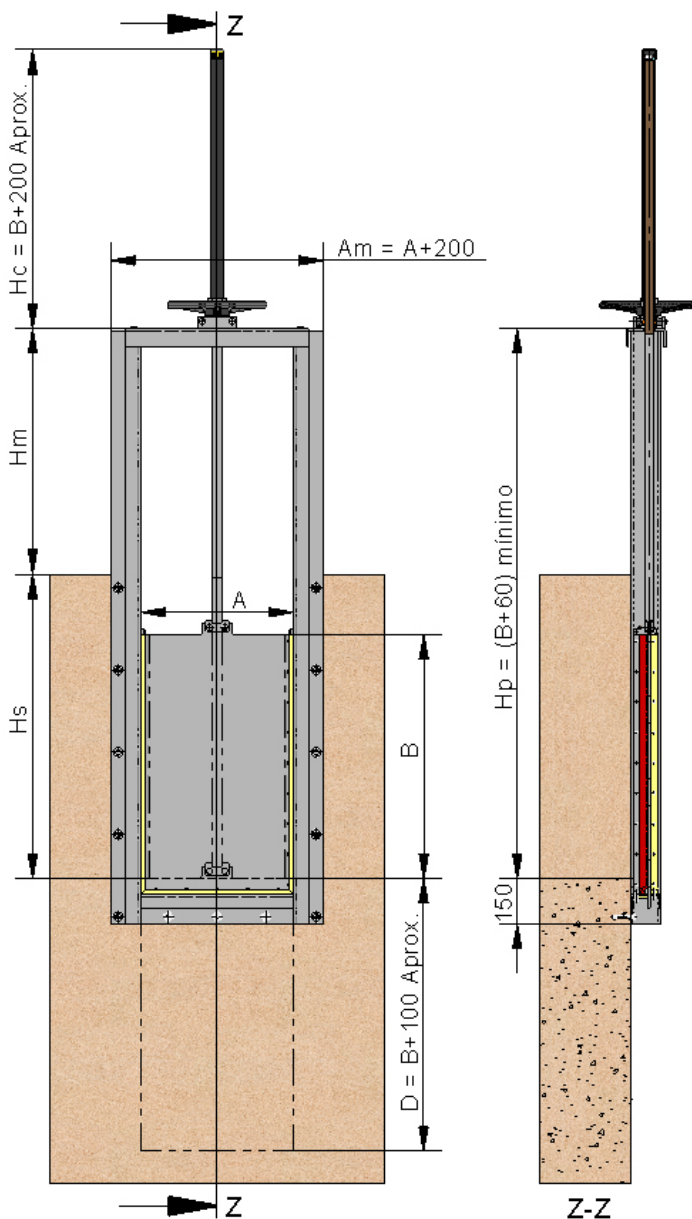
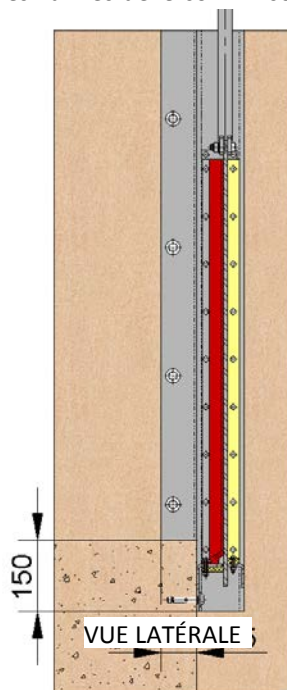

fig. 27
fig. 28
Pour définir une vanne déversoir **RE**, il est nécessaire de connaître la largeur et la hauteur de la vanne. Pour considérer les variables de largeur et hauteur, nous utiliserons les cotes A et B, et le mode de désignation sera A x B (Largeur x Hauteur). Les dimensions vont de 150 x 150 jusqu'à 2000 x 2000 (dimensions supérieures sur commande). Ces vannes peuvent être carrées ou rectangulaires, c'est pourquoi elles ne doivent pas obligatoirement présenter la même largeur (A) et hauteur (B). Ci-dessous nous décrivons chaque cote de la fig. 27 :
- **Cote Hp** : Utilisée pour définir la distance depuis la sole du canal jusqu'à la partie supérieure du corps. Cette cote devra présenter au moins la hauteur de la vanne (B) plus 60 mm (pour pouvoir ouvrir complètement la vanne).
- **Cote Hc** : Utilisée pour définir la hauteur totale de l'actionnement. Cette cote (Hc) est plus ou moins la hauteur de la vanne (B) plus 200 mm.
Les vannes déversoir **RE** sont normalement montées soutenues sur le mur et fixées avec des ancrages d'expansion ou chimiques. De cette façon, nous définissons les dimensions générales de la vanne (fig. 27). Mais il existe également une autre variante de la version standard : celle emboîtée dans le canal. Il faut savoir que si cette option est choisie, la largeur du passage du canal diminue d'environ 100 mm (fig. 28 et 29)